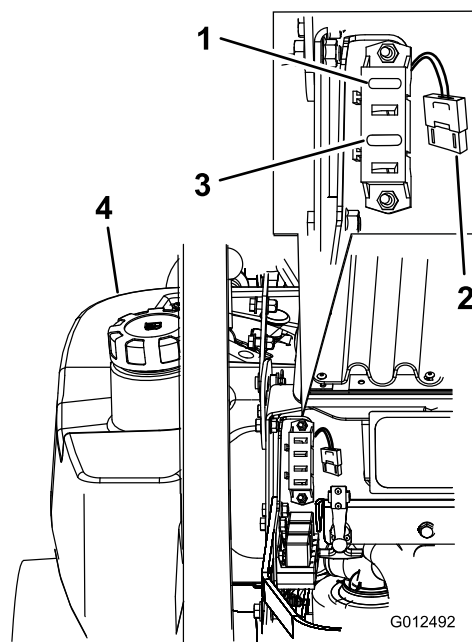

Figura 56
1. Sbloccate il cofano del motore ed alzatelo per accedere al portafusibili (Figura 56).
3. Montate un fusibile nuovo (Figura 56).